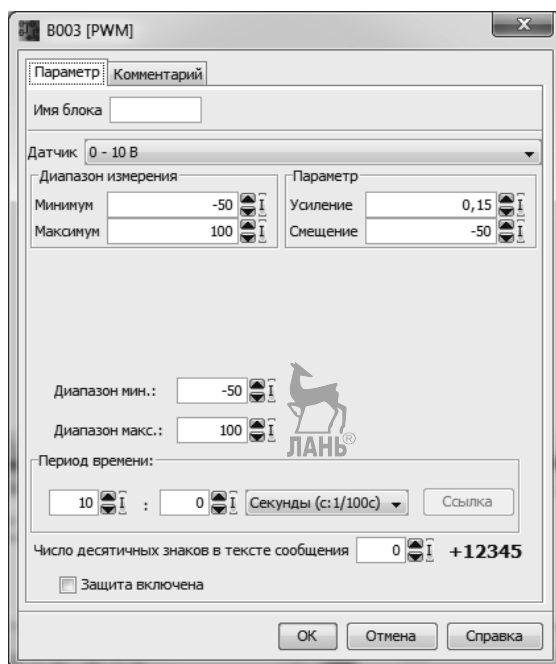

Рис. 9.20. Окно выбора параметров
Рассмотрим конкретный пример. Пусть фактический диапазон аналоговой величины изменяется от -50 до 100°C . Указываем эти значения в секции *Диапазон измерения* на рис. 9.20. При этом контроллер автоматически вычисляет значения усиления (0,15) и смещения (-50).
Далее в окне на рис. 9.20 устанавливаются:
- Дважды щелкнуть по блоку B003 и установить параметры, указанные на рис. 9.20.